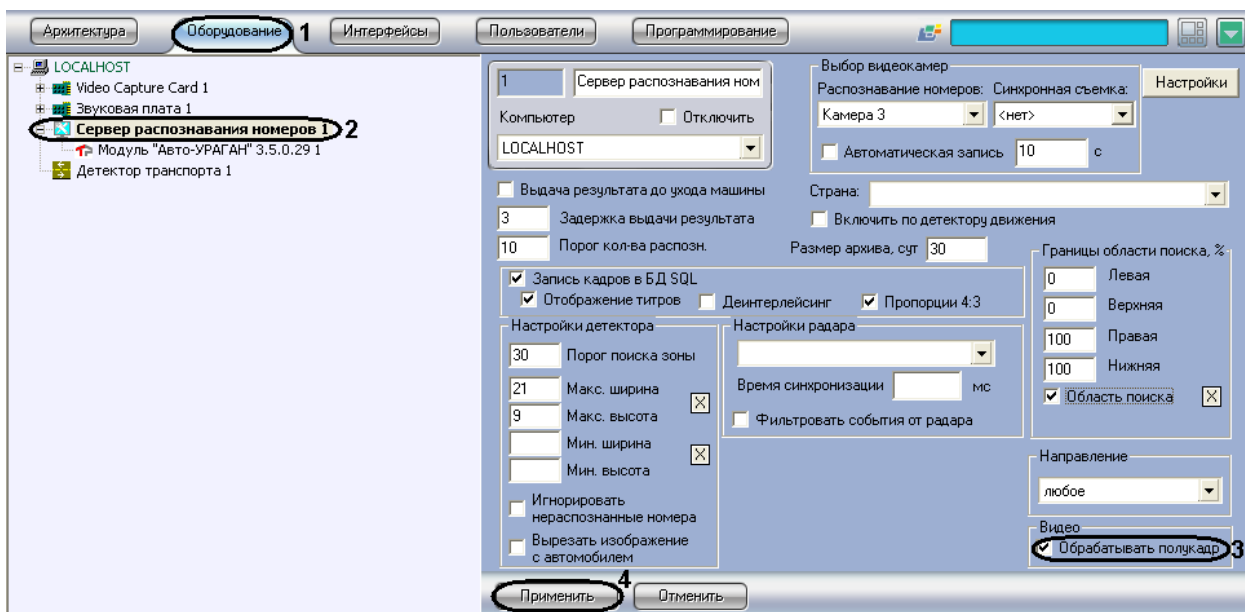

Рис. 7.2—28. Настройка обработки кадров
1. В диалоговом окне «Настройка системы» перейти на вкладку «Оборудование» (см. Рис. 7.2—28, 1).
2. В дереве объектов на вкладке «Оборудование» выбрать объект «Сервер распознавания номеров», соответствующий активированному программному модулю «Авто-УРАГАН 3.5.0.29», «CARMEN-паркинг», «CARMEN-Авто», «ACCR» или «VIT» (см. раздел «Активация программного модуля, используемого для распознавания номеров», Рис. 7.2—28, 2). В правой части вкладки «Оборудование» отобразится панель настройки выбранного объекта.
3. Снять (установить) флажок «Обрабатывать полукадр» в группе «Видео» (см. Рис. 7.2—28, 3).
4. Нажать кнопку «Применить» (см. Рис. 7.2—28, 4).